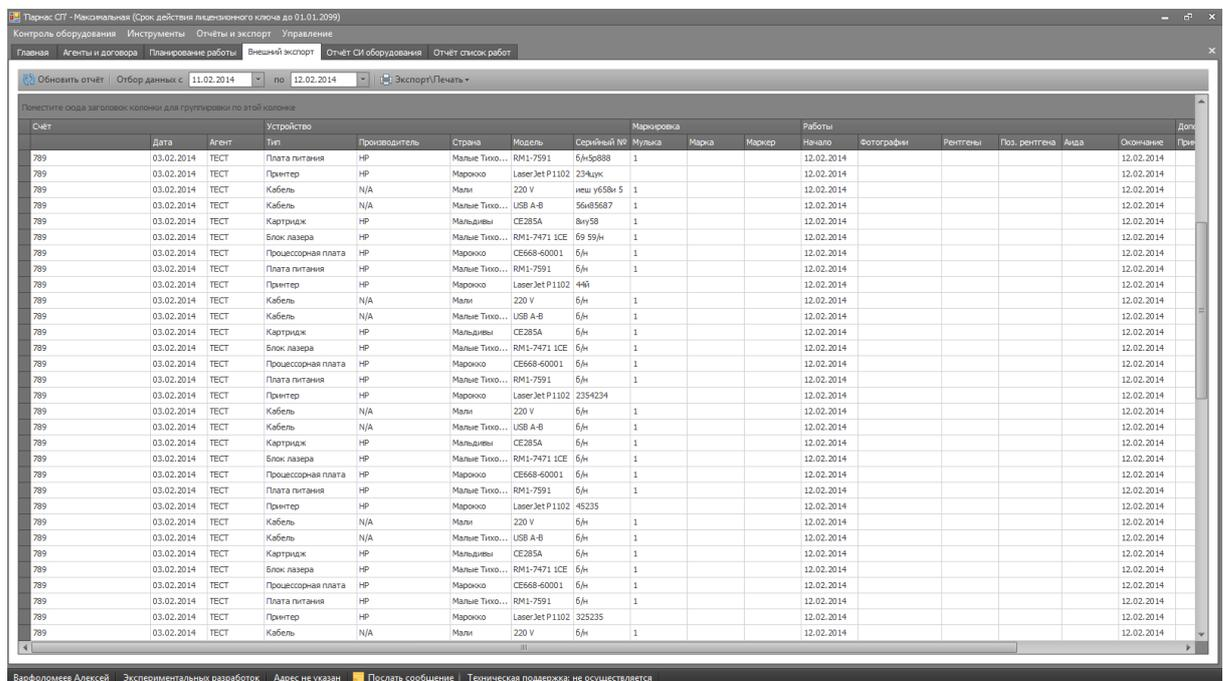

Рисунок 14
Форма – **Внешний экспорт** (рис.14) - предназначена для формирования и выгрузки отчетов о состоянии устройств учтенных в базе за выбранный интервал времени, и конвертации отчета в различные форматы.
- блок отображения списка устройств, работы по которым были проведены за выбранный диапазон времени(рис.14)